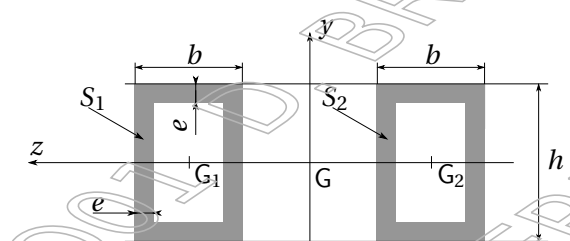

FIG. 5. Représentation de la section du pont
Si on néglige le tablier (partie correspondant aux voies de circulation), la section de la travée est constituée de deux sections rectangulaires creuses d'épaisseur e telles que représentées à la figure 5. Chaque section a pour hauteur $h = 1,2$ m et largeur $b = 0,8$ m.
3. En négligeant les termes d'ordre 2 et supérieur en e , montrer que le moment quadratique de chacune des deux sections S_1 et S_2 (voir figure 5) par rapport, respectivement, aux axes G_1z et G_2z s'écrit : $I_{G_1z} = I_{G_2z} \approx \frac{eh^2}{6}(3b + h)$.
4. Dédurre de la question précédente, en justifiant précisément votre réponse, que le moment quadratique de la section complète de la travée du pont par rapport à l'axe Gz (voir figure 5) s'écrit : $I_{Gz} = \frac{eh^2}{3}(3b + h)$.